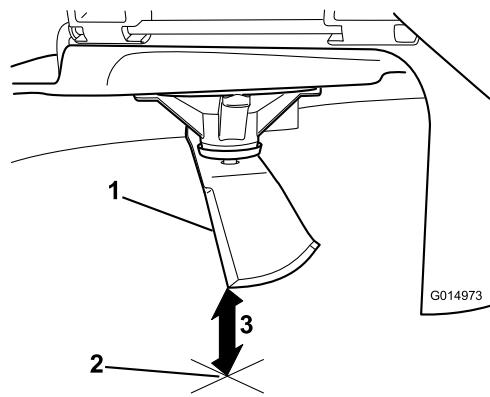

Figura 58
- 3. Mida desde la punta de la cuchilla hasta la superficie plana (Figura 58). (Measure from the tip of the blade to the flat surface (Figure 58).)